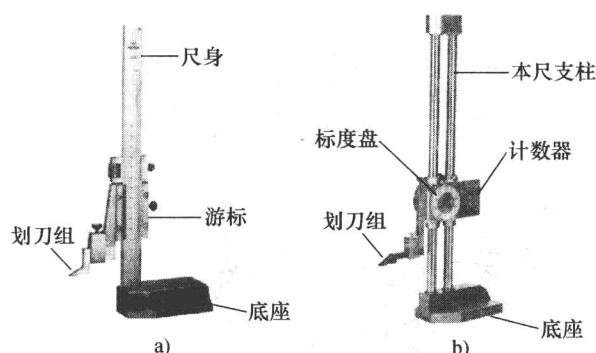

图 1-14 高度游标尺
(2) 高度游标尺 高度游标尺如图 1-14 所示, 实际上是量高尺与划针盘的组合, 其划线脚与游标连成一体, 前端镶有硬质合金, 一般用于已加工面的划线。